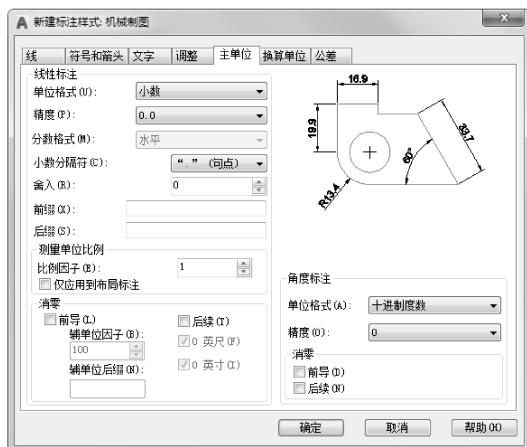

图 9-31 设置“主单位”选项卡
(6) 在如图 9-31 所示的“主单位”选项卡中，设置“精度”为“0.0”，“小数分隔符”为“句点”，其他设置保持默认。